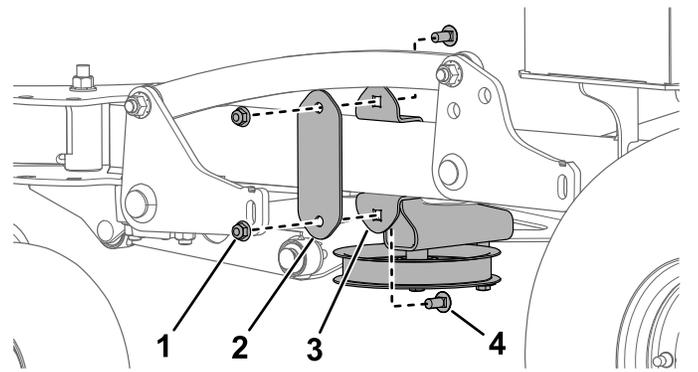

Figure 2
3. Fixez la patte de montage sur le tube gauche du cadre de la machine, entre les plaques qui sont soudées sur le tube, à l'aide de la plaque, 2 boulons de carrosserie et 2 écrous (Figure 2). Serrez les boulons à un couple de 37 à 45 N·m (27 à 33 pi-lb).